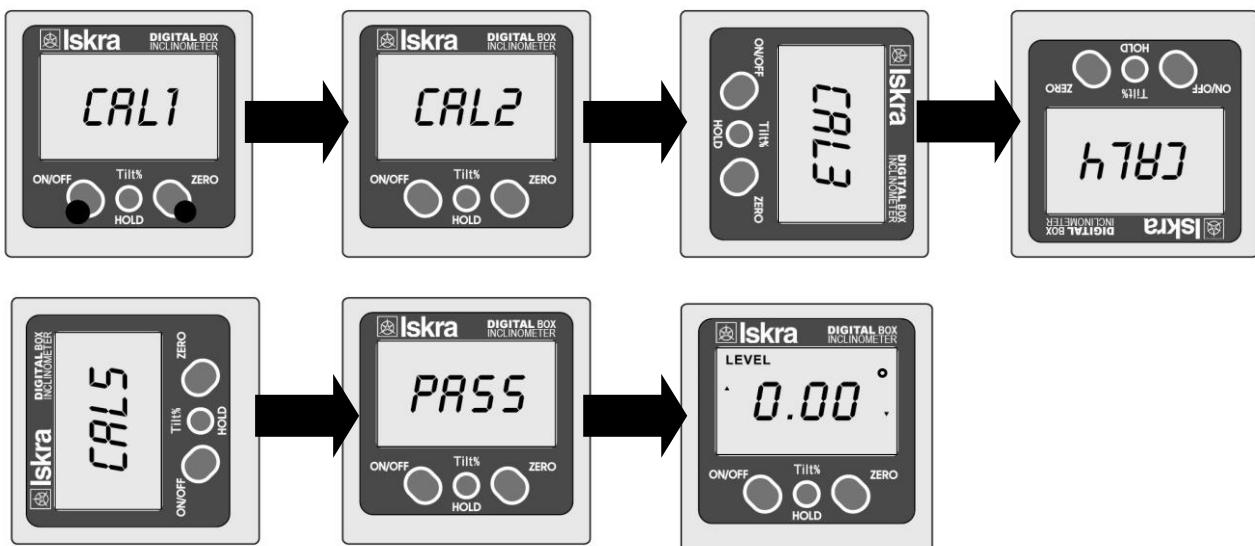

FIG. 3
- Uglomer postavite na vodoravnu površinu. Pritisnite dugme „ZERO“ i zatim dugme za uključenje. Na ekranu će biti ispisano „CAL 1“, što znači da uređaj radi u modu kalibracije. (Fig. 3)
- Ponovo pritisnite dugme „ZERO“. Na ekranu će biti ispisano „CAL 2“. Nagnite uglomer za **90°** i pritisnite dugme „ZERO“. Na ekranu će biti ispisano „CAL 3“. Nagnite uglomer za **90°** i pritisnite dugme „ZERO“. Na ekranu će biti ispisano „CAL 4“. Nagnite uglomer za **90°** i pritisnite dugme „ZERO“. Na ekranu će biti ispisano „CAL 5“. (Fig. 3)